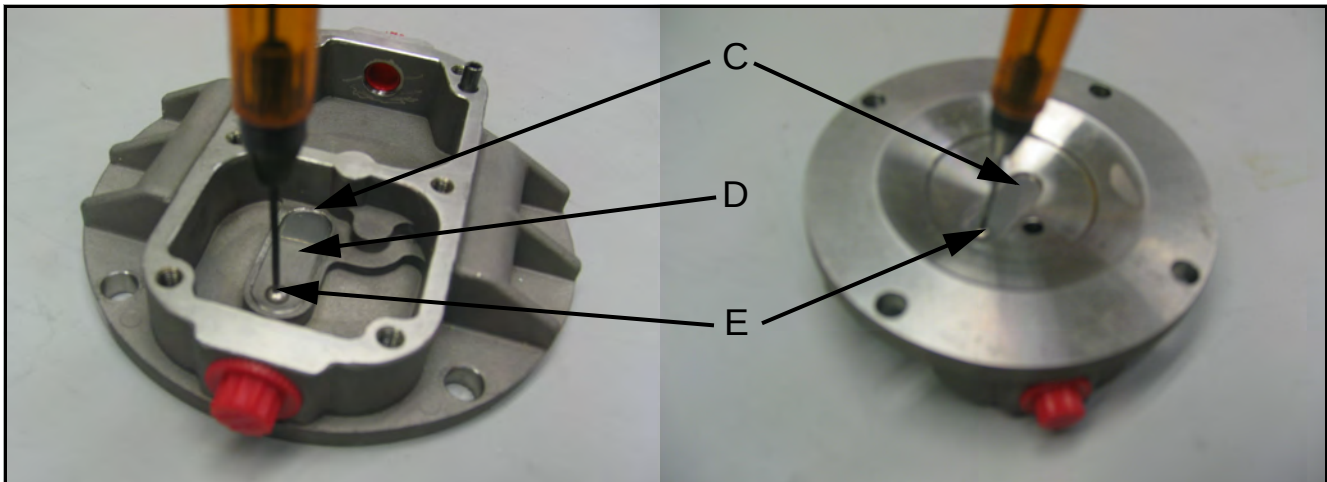

**Figura 75: Retirada de las válvulas de flappers y del tope de la válvula**
6. Los flappers de la válvula (consulte la Figura 75, etiqueta C) y el tope de la válvula (consulte la Figura 75, etiqueta D) se pueden retirar desatornillando los dos tornillos Allen de 1/16" con una llave Allen de 1/16" (consulte la Figura 75, etiqueta E).